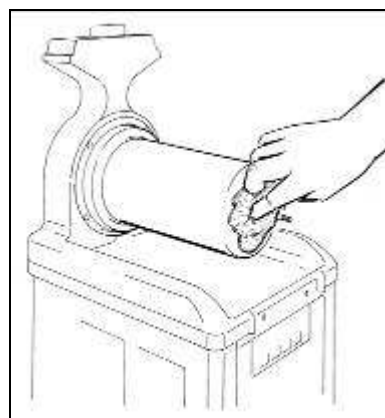

Fig. 11
- **L**impie con esmero el evaporador y la superficie que recoge el condensado, quitando todo indicio de producto usando una esponja limpia empapada de sanitizante (vea Fig.11).